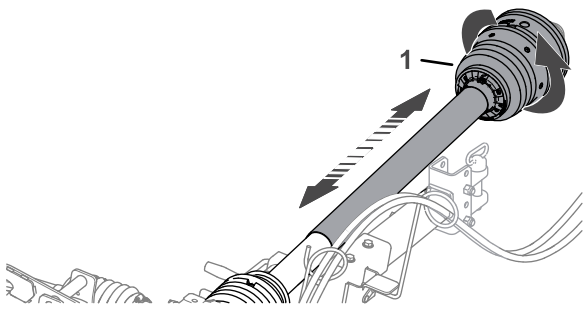

Figure 16
2. Faites effectuer un tour complet à la moitié avant de la protection de l'arbre de PDF (Figure 16).
3. Faites coulisser la moitié avant de la protection de l'arbre de PDF d'avant en arrière pour vérifier qu'elle bouge librement (**Figure 16**).